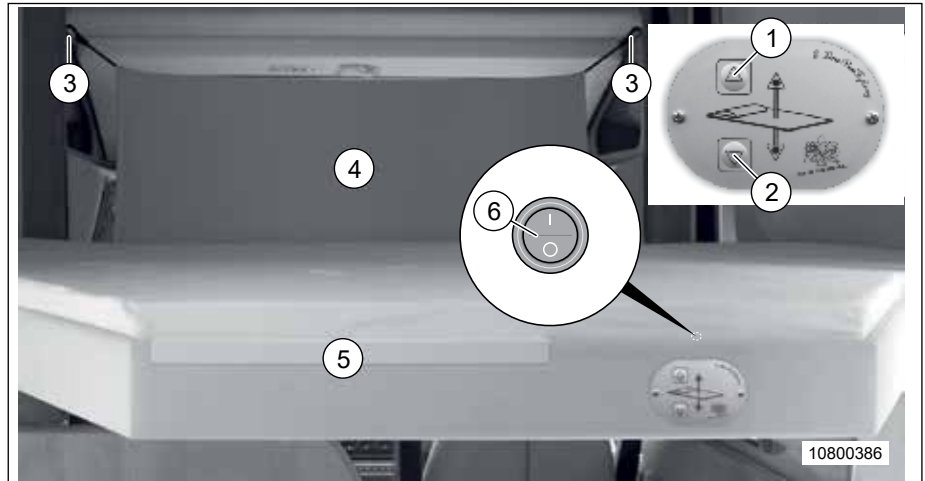

Fig. 63 Lit de pavillon central ouvert
3. Presser le bouton-poussoir (Fig. 63, Pos. 2) et le maintenir enfoncé. Le lit pavillon s'abaisse.
5. Accrocher le filet de sécurité (Fig. 63, Pos. 4) avec les deux mousquetons (Fig. 63, Pos. 3) par le haut dans les deux crochets.
6. Accrocher l'échelle fournie dans le rail prévu à cet effet (Fig. 63, Pos. 5).
2. Décrocher le mousqueton (Fig. 63, pos 3) du filet de sécurité (Fig. 63, pos 4) et poser le filet de sécurité sans plis sur le lit de pavillon.
4. Appuyer sur la touche (Fig. 63, Pos. 1) et la maintenir appuyée. Le lit pavillon monte. Le lit de pavillon s'arrête automatiquement en position finale.
L'interrupteur principal du lit de pavillon se trouve au verso du panneau de commande (Fig. 63, Pos. 6).